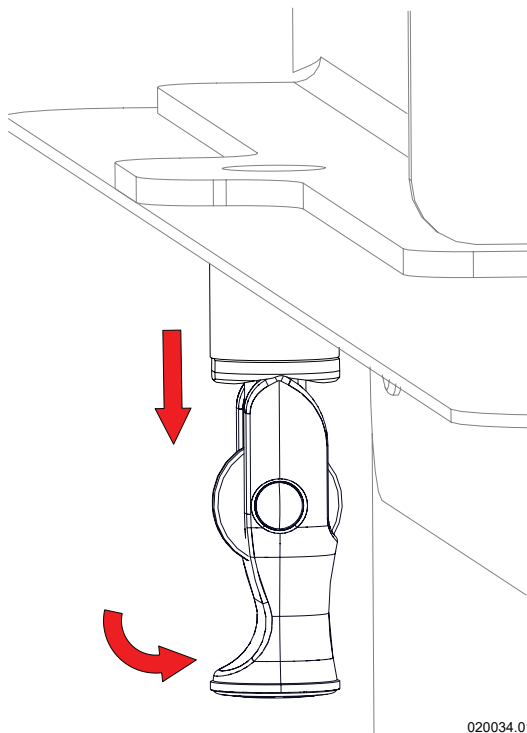

Figura 8-9 - Perno di serraggio
5.-tirare verso il basso il perno "M", ruotarlo e fermarlo in posizione come in Figura 8-9;